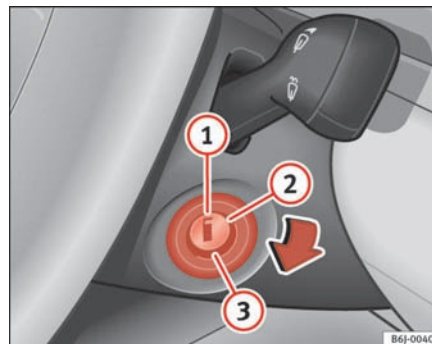

Fig. 92 Tændingsnøglenes stillinger
I stillingen $\Rightarrow$ side 128, fig. 92 er tændingen afbrudt og motoren standset, og rattet kan låses.
- Drej tændingsnøglen til stilling ⇒ side 128, fig. 92 ①. Kontrollampen  lyser under motorforvarmningen.
- Når kontrollampen slukker, skal du dreje nøglen til stilling ② for at starte motoren. Giv ikke gas.
- Drej tændingsnøglen til stilling ⇒ side 128, fig. 92 .